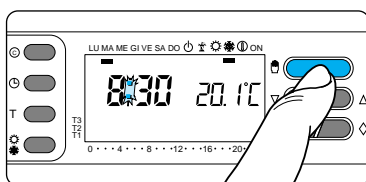

Fig. 62
11.1 - Per controllare il dato portare l'apparecchio in modo MANUALE mediante il pulsante  (fig.62) aprire lo